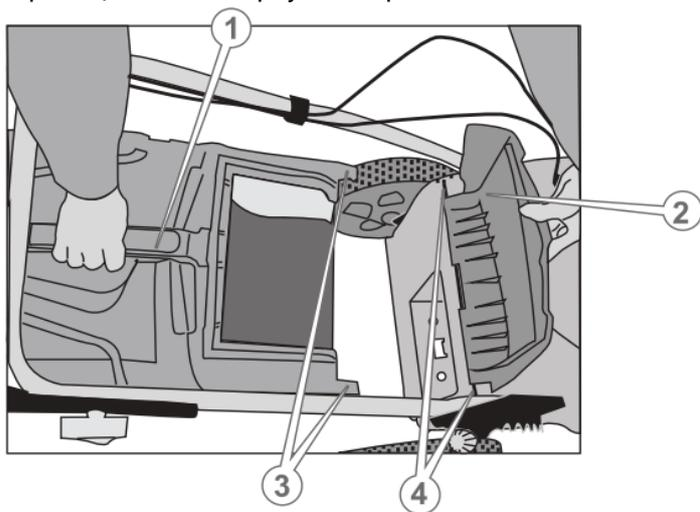

Рисунок 5. Схема під'єднання травозбірника.
2. Зняти комплект кріплення руків'я (1, рис. 5).
1. Підняти кришку (2, рис. 5) та встановити текстильний бункер-травозбірник (1, рис. 5) на корпус (деку) виробу так, щоб пази замків бункера надійно поєдналися з відповідними виступами деки.